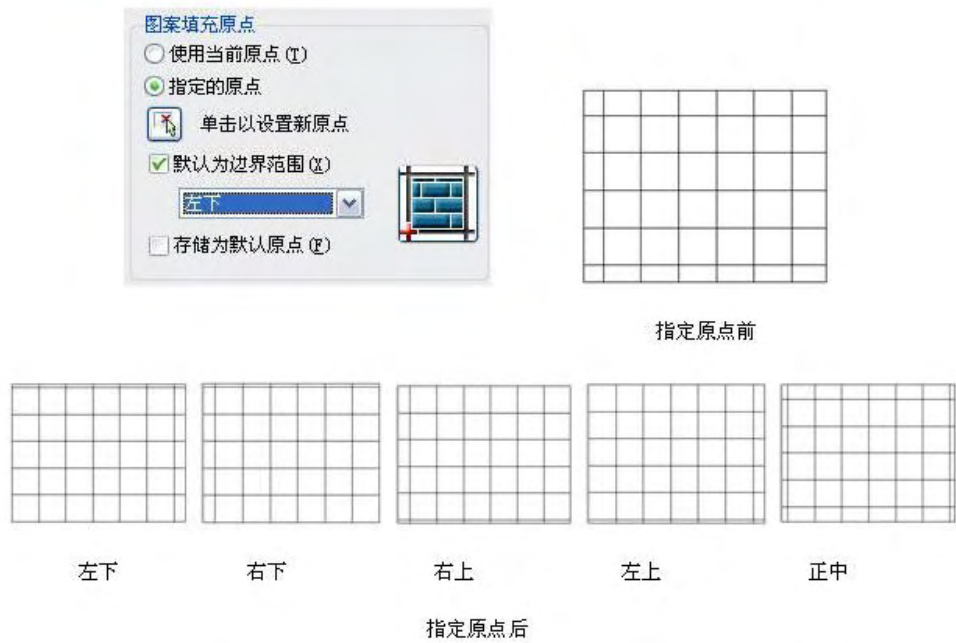

图 4-4 图案填充指定原点
**图案填充原点：**在实际的绘图过程中，有时需要将填充图案严格对齐到某个局部边界，此时就需要指定原点，在早期版本的 ZWCAD 中使用 snapbase 参数实现，在 08i 版中把这个参数的功能设计在界面上，这就使得执行更加方便，在用鼠标指定了原点后，可以进一步调整原点相对与边界范围的位置，共有 5 种情况：左下、右下、左上、右上、正中。另外在选择了“存储为默认原点”选项后，可将原点坐标信息保存起来，避免重复设置，原点坐标值通过系统变量 HPORIGIN 查看。如图 4-4 所示。